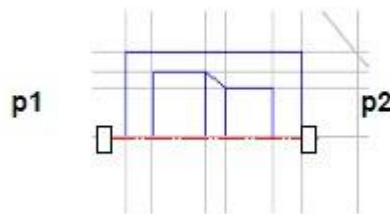

Рис.2. Оси симметрии
5) указать последовательно первую точку **p1**, а затем вторую **p2** принадлежащих оси симметрии (рис. 2). Для завершения построений нажать кнопку  в **Панели свойств**.